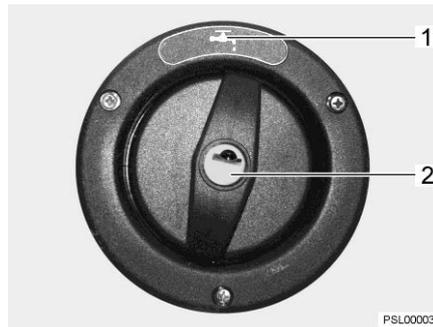

Fig. 167 Tapa de cierre para el tubo de llenado de agua potable
El tubo de llenado de agua potable está identificado con el símbolo "☞" (Fig. 167,1). La tapa de cierre se abre o cierra con la llave para las cerraduras de trampa exteriores.
- Introducir la llave en el cilindro de cierre (Fig. 167,2) y girarla un cuarto de vuelta en sentido contrario a las agujas del reloj.